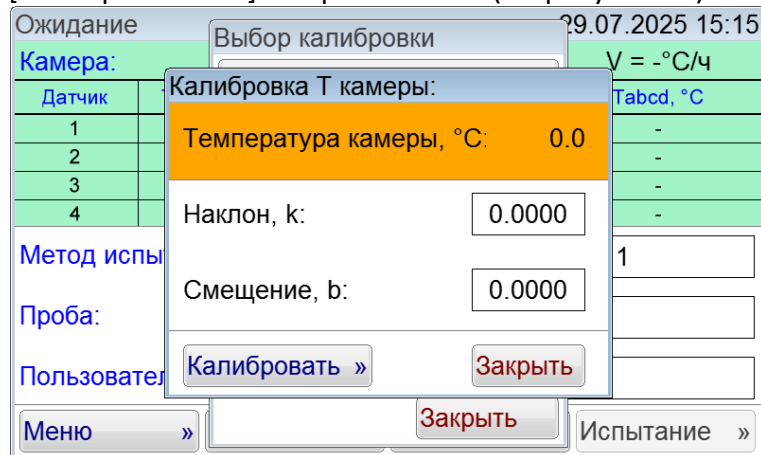

Рисунок 24 – Окно «Калибровка Т камеры»
4) Нажать кнопку [Калибровка Т ПУ]. Откроется окно (см.рисунок 24).